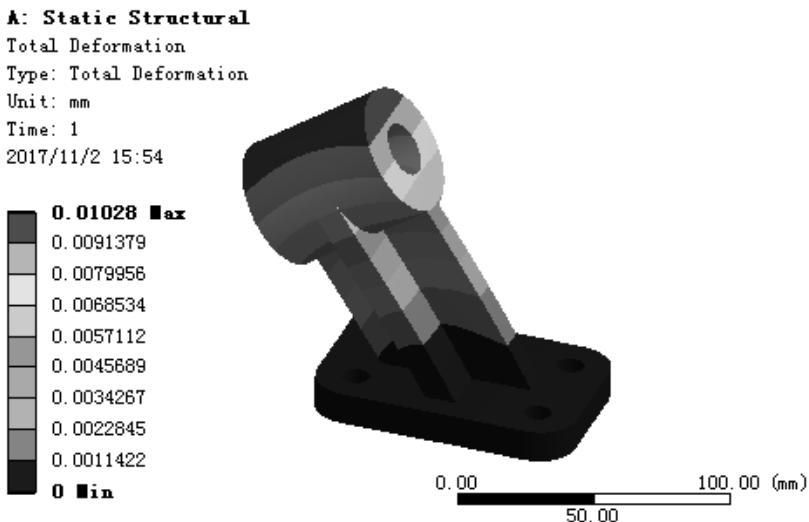

图 7.2.6 位移变形结果图解
- (1) 求解分析。在顶部工具栏中单击 Solve 按钮求解分析。
- (2) 查看位移变形结果图解。在“Outline”窗口中选中 Total Deformation，查看图 7.2.6 所示的位移变形结果图解，其最大位移为 0.01028mm。